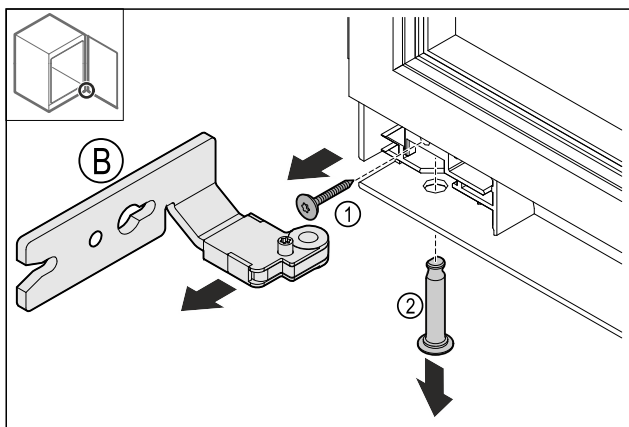

Fig. 15
- ▶ Îndepărtați șurubul Fig. 15 (1).
- ▶ Îndepărtați bolțul Fig. 15 (2).
- ▶ Îndepărtați balamaua Fig. 15 (B).